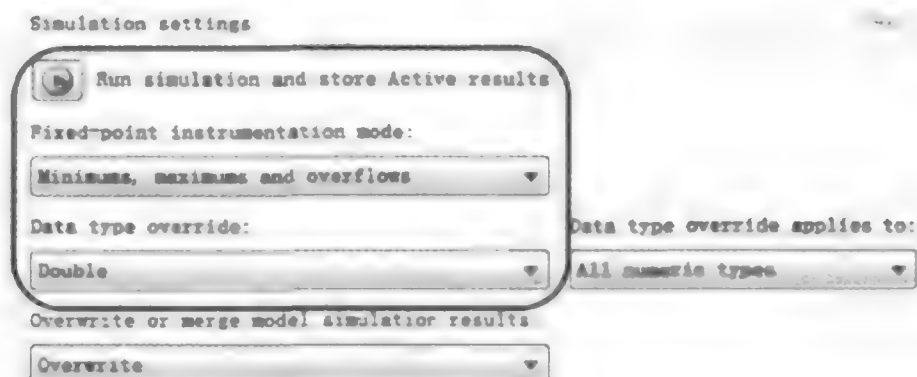

图 9.6.23 记录浮点仿真数据
(1) 记录浮点仿真数据。在 Fixed-point instrumentation mode 中选择 Minimums, maximums and overflows 选项,即在运算过程中记录变量的最大值、最小值和溢出次数。在 Data type override 中选择 Double 选项,即在运算过程中运用浮点数,然后按下按钮 ,如图9.6.23所示。